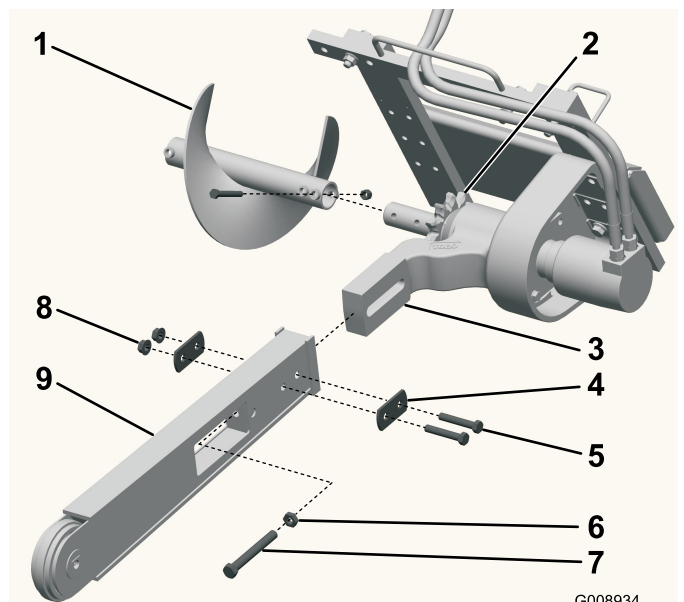

Figura 3
3. Retire el perno y la tuerca que sujetan el sinfín y retire el sinfín (Figura 3).
4. Retire los 2 pernos, las tuercas y las arandelas dobles de los lados de la espada (Figura 3).
5. Afloje el perno de ajuste y la contratuerca (Figura 3).